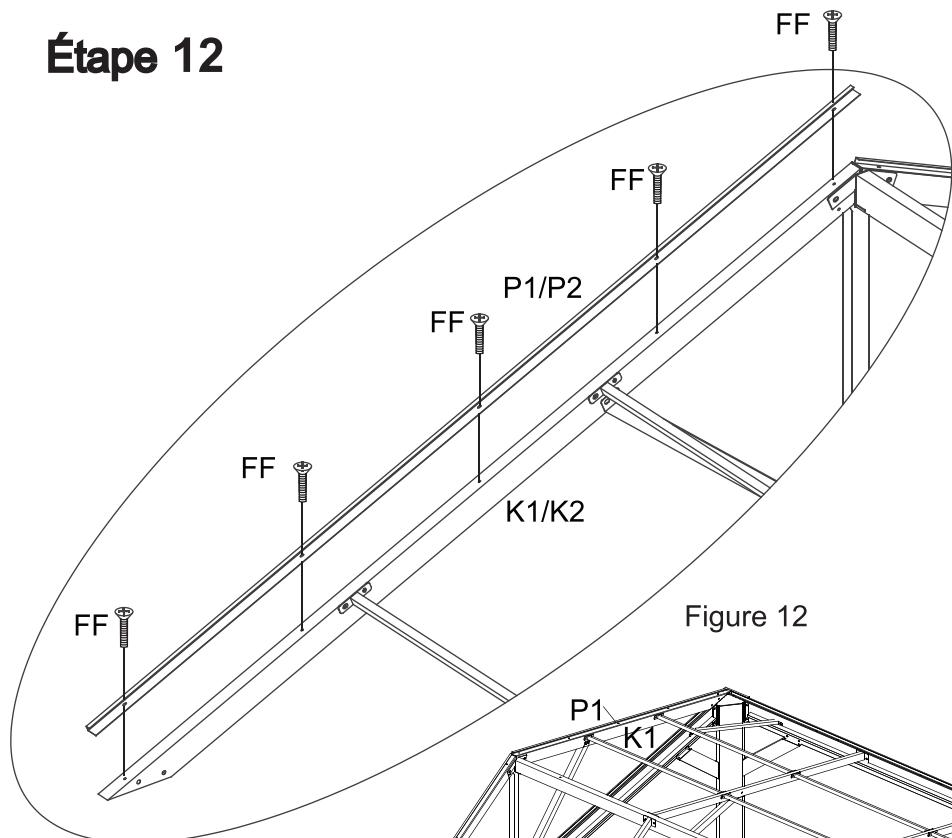

Figure 12
Figure 12 Connectez la moulure de rebord (P1) avec la poutre inclinée bilatérale (K1), ensuite, connectez la moulure de rebord (P2) avec la poutre inclinée bilatérale (K2) et fixez le tout avec les boulons (FF).